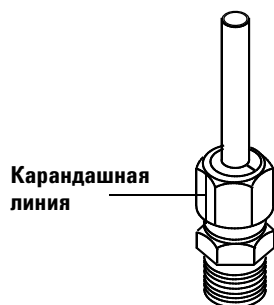

Рис. 10 Пометка фитинга
- 7 Сделайте на гайке отметку карандашом (Рис. 10).